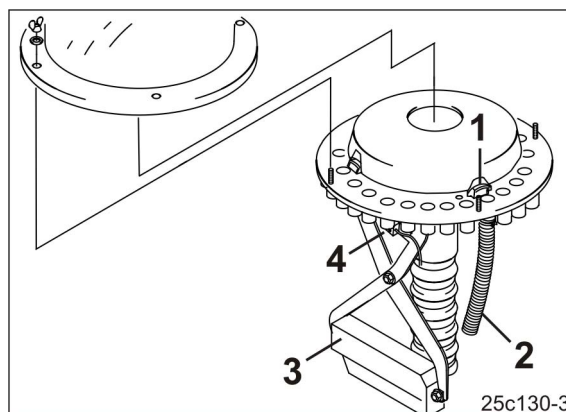

Рис. 84
- устройство переключения технологической колеи посредством заслонки (Рис. 84/1) закрывает в распределительной головке подвод посевного материала к семяпроводам (Рис. 84/2) сошников технологической колеи;
Подача посевного материала к сошникам технологической колеи прерывается, как только электромотор (Рис. 84/3) перекрывает соответствующие семяпроводы (Рис. 84/2) в распределительной головке.
Датчик (Рис. 84/4) проверяет исправность работы заслонок (Рис. 84/1), которые открывают и закрывают семяпроводы (Рис. 84/2).